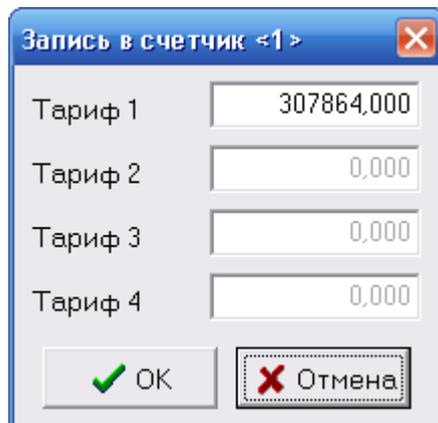

Рисунок 6. Окно настройки показаний счетчика по каждому тарифу
- для настройки показаний счетчика по каждому тарифу канала выбрать мышкой строку с нужным каналом и на панели инструментов выбрать кнопку «Изменение конфигурации» пункт меню «Записать значение в счетчик» (рисунок 6).